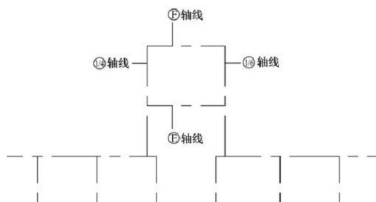

图 2.36 用【延伸】命令延伸图形
① 在**选择对象或<全部选择>**: 提示下, 选择⑭和⑮轴线, 则⑭和⑮轴线变虚。这样就选择⑭和⑮轴线作为延伸边界, 即下面将把⑤和⑥轴线左端延伸至⑭轴线处, 右端延伸至⑮轴线处。
② 按 Enter 键进入下一步命令。
③ 在**选择要延伸的对象, 或按住 Shift 键选择要修剪的对象, 或 [栏选(F)/窗交(C)/投影(P)/边(E)/放弃(U)]**: 提示下, 分别单击⑤和⑥轴线的左右端点。
④ 按 Enter 键结束【延伸】命令, 这时⑤和⑥轴线的左右两侧的端点分别延伸至⑭和⑮轴线处, 如图 2.36 所示。